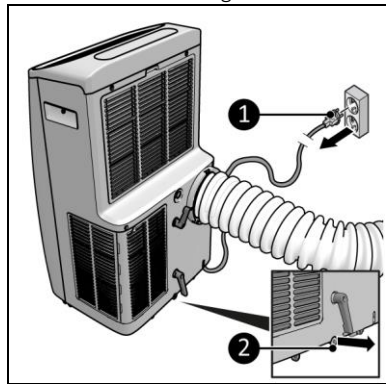

Abbildung 16
1. Stellen Sie sicher, dass das Gerät ausgeschaltet und der Stecker aus der Steckdose gezogen ist (Abbildung 16, Pos. 2).
2. Entfernen Sie den Deckel von der Wassereinleitungsstelle (Abbildung 16, Pos. 2), entleeren Sie den Tank in einen Behälter oder Brunnen.
1. Stellen Sie sicher, dass das Gerät ausgeschaltet und der Stecker aus der Steckdose gezogen ist (Abbildung 16, Pos. 1).